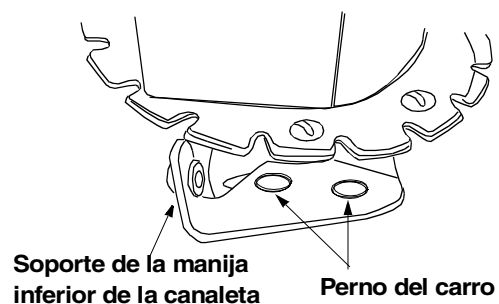

**Figura 4**
- Coloque la guarda de la brida de la canaleta (lado plano hacia abajo) debajo del reborde del conjunto de la canaleta según se muestra en la Figura 4. Usted encontrará las guardas de la brida de la canaleta en el Grupo E del conjunto de la ferretería.
- Inserte el perno hexagonal de 1/4-20 del grupo E del conjunto de ferretería (en la página 6) a través de la guarda de la brida de la canaleta y del conjunto de la canaleta según se muestra en la Figura 4. No ajuste en este momento. Gire la canaleta para instalar todas las guardas de la brida.